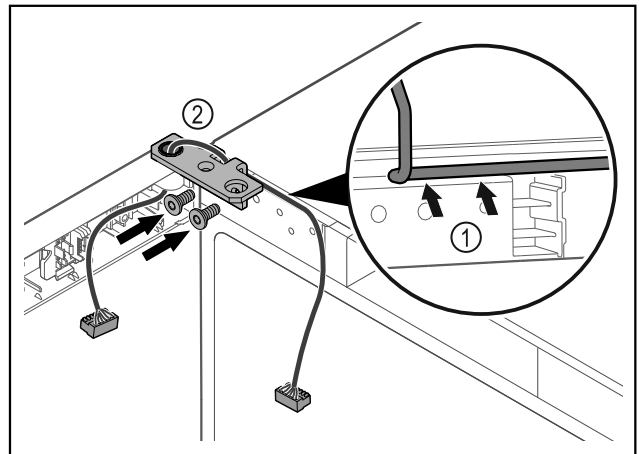

Fig. 39
- ▶ Dirijați cablul prin degajarea colțarului balamalei și dispuneți-l cu precauție Fig. 39 (1).
- ▶ Înșurubați Fig. 39 (2) colțarul balamalei.